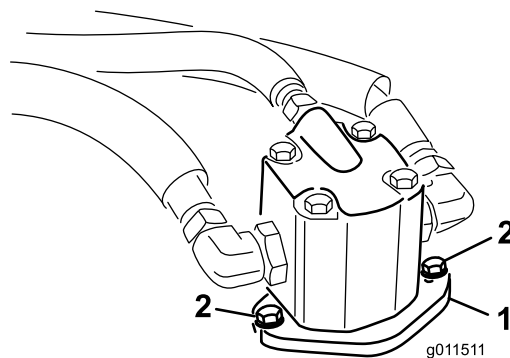

Figura 102
4. Rimuovete i bulloni che fissano il motore idraulico al piatto di taglio (Figura 102).